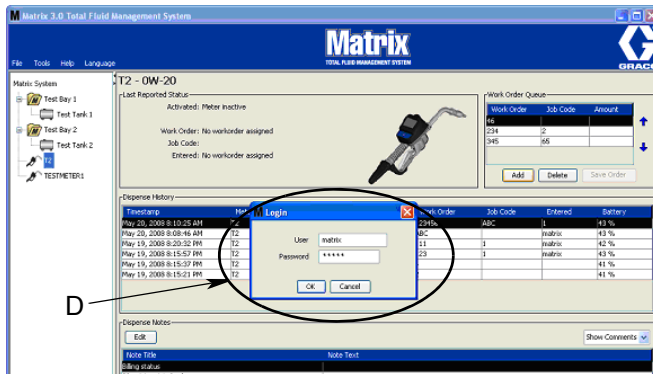

Рис. 118
3. В диалоговом окне (D) (Рис. 118) укажите имя пользователя и пароль. Нажмите кнопку «ОК» [OK].